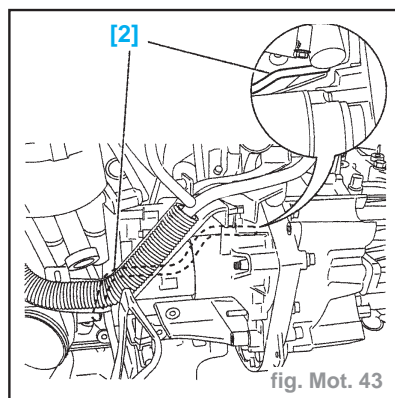

fig. Mot. 43
- Piger le volant-moteur à l'aide de la pige [2] (-).0188-Y (fig. Mot. 43).
- Amener les vis (12) en contact contre les poulies.
- Serrer les vis (12) à **2 daN.m**.
- Déposer les piges de calage [3] - [2] (fig. Mot. 43 et 45).